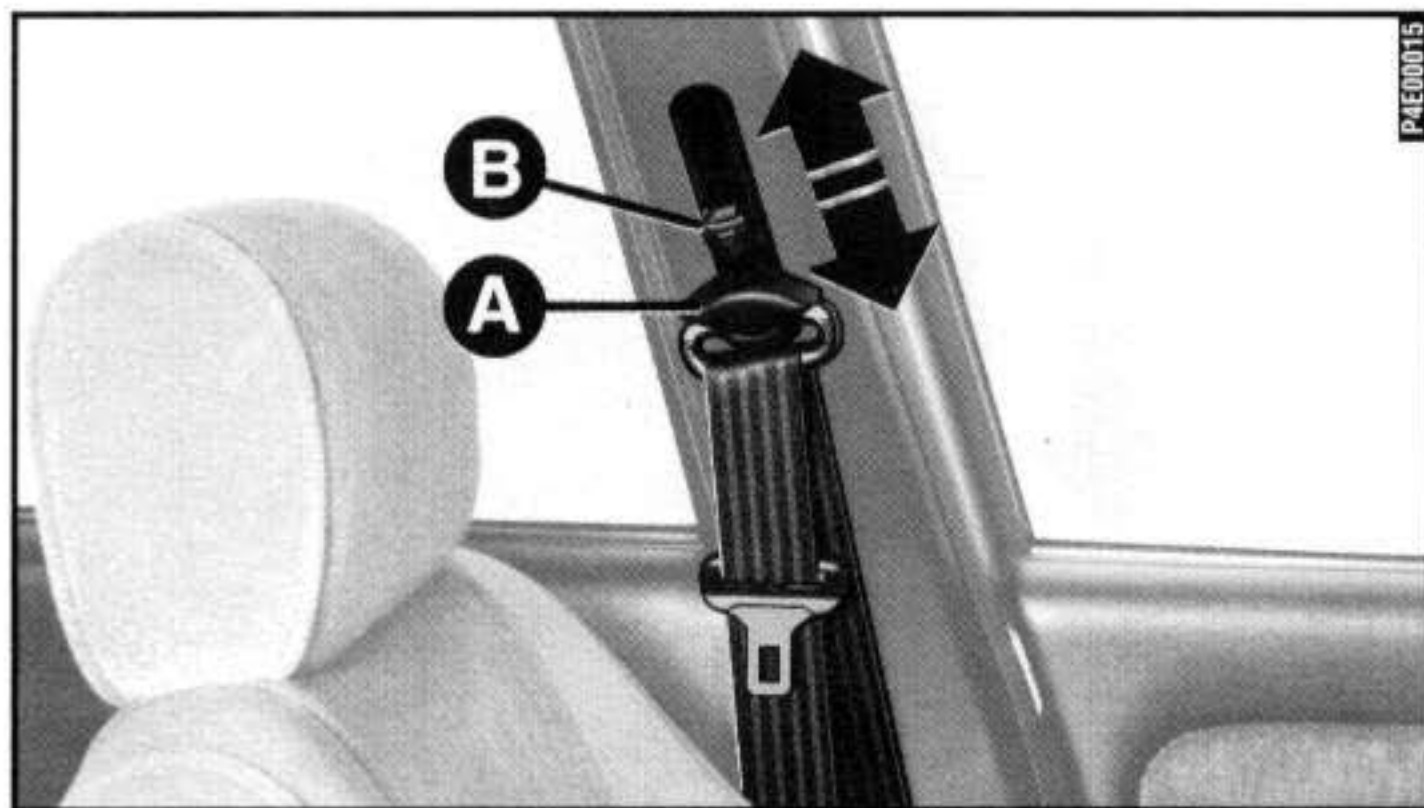

fig. 15
- para levantar: levantar o anel oscilante **A**-fig. 15